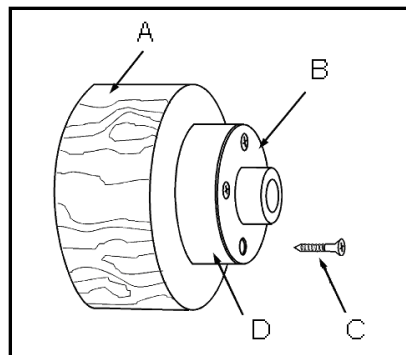

Fig. 14
Fixer la pièce à usiner (A, Fig. 14) avec 4 vis à bois (C) par derrière directement sur le plateau circulaire. Bien choisir les vis. Des vis trop longues débordent dans la zone de travail et des vis trop courtes ne garantissent pas une bonne fixation.